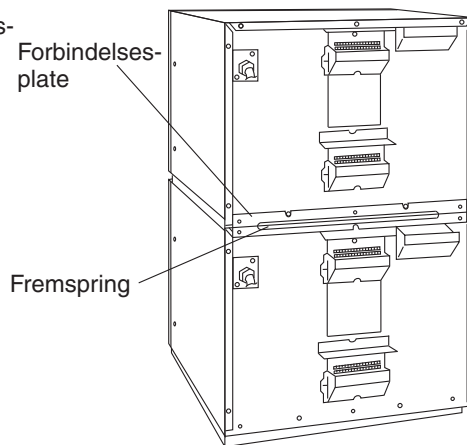

Fig. 2
4. Fest og stram fem skruer (a), og skruen (b). Se fig. 2.